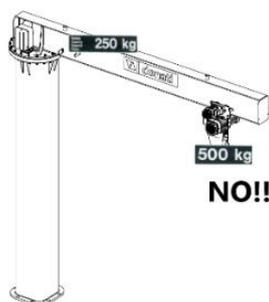

fig. 16
3. Le caratteristiche dell’unità di sollevamento (carrello/paranco), qualora non facente parte della fornitura, siano compatibili con quelle della gru a bandiera in relazione a: (fig. 16)